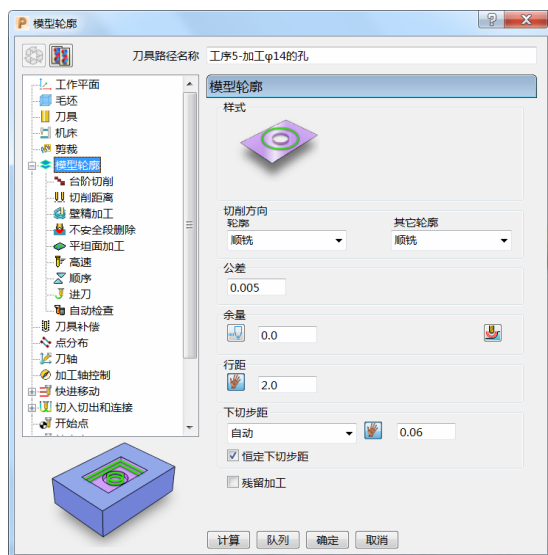

图 5-32
5) 模型轮廓: 选择切削方向“顺铣”, 其它轮廓“顺铣”, 公差“0.005”, 余量“0.0”, 行距“2.0”, 下切步距“0.06”, 勾选“恒定下切步距”。(图 5-32)